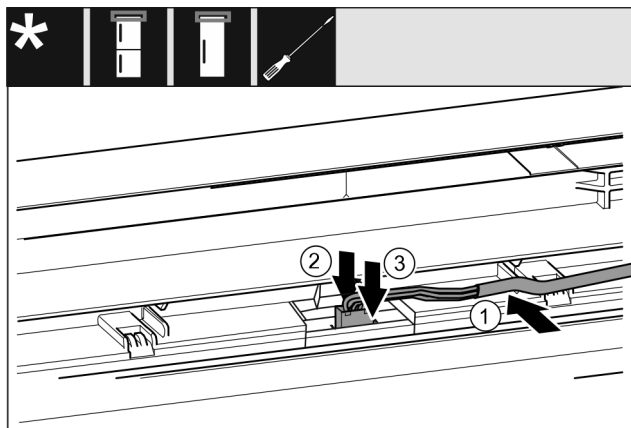

Fig. 44
- ▶ Lägg in den grå kabeln i kabelhållaren i den övre dörren. Fig. 44 (1)
- ▶ Tryck spärrlacken bakåt. Fig. 44 (2)
- ▶ Stick in stickkontakten. Fig. 44 (3)